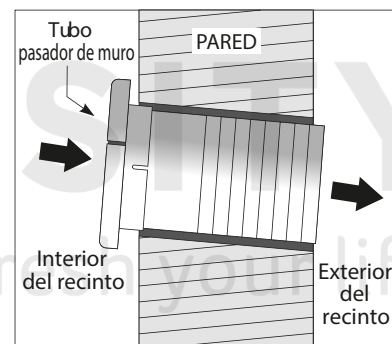

Figura 7.
- Inserte el tubo pasador de muro en el agujero para evitar que la tubería de conexión y el cableado sufran daños al pasar por el agujero (Ver figura 7).